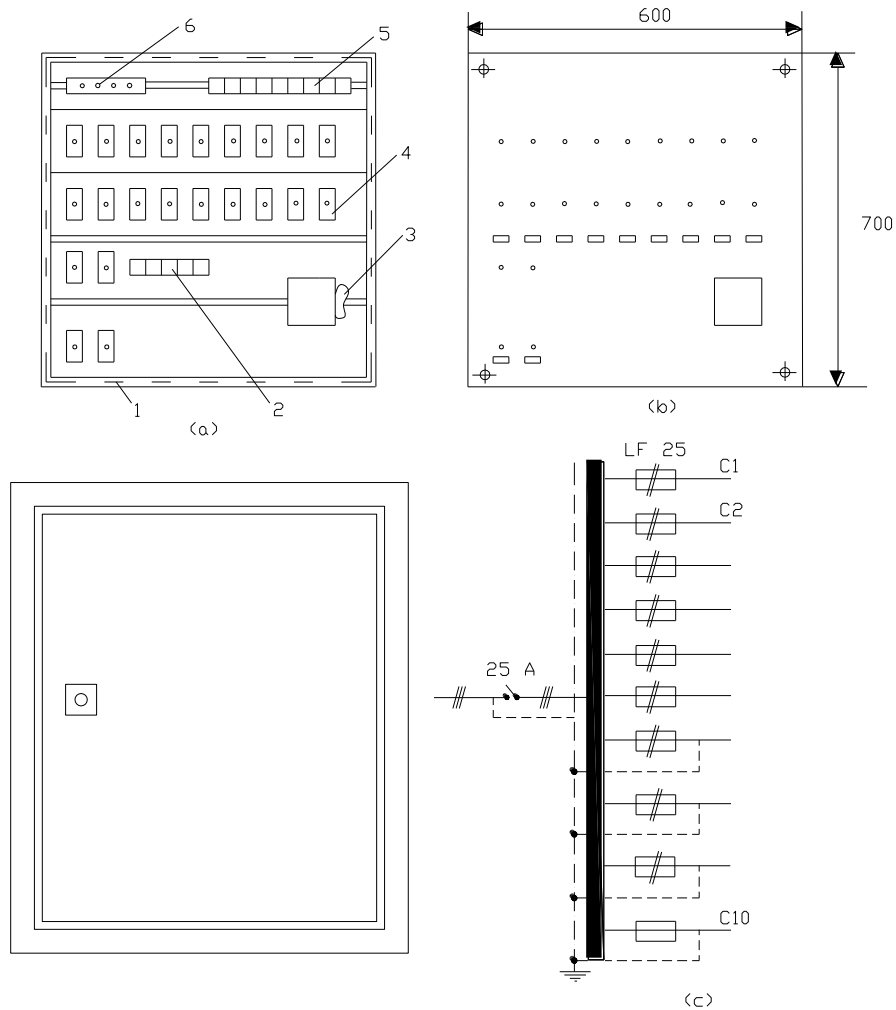

Fig. 10.2. Tablou de distributie pe stelaj metalic montat in dulap
În fig.10.2 se prezintă schema unui tablou de distribuție pe stelaj metalic montat în dulap, precum și schema monofilară. Intrarea coloanei de alimentare se face prin clemele (2). De la clemele cablajul trece prin întrerupătorul general (3), apoi la siguranțele celor 11 circuite (4). Siguranțele sunt de tip LF. Pentru noul de protecție se prevede o bară de protecție (6). Ieșirea circuitelor spre receptori se face prin clemele de ieșire (5). Pentru protejarea tabloului, în față lui se montează o placă din material izolant (7). Tot ansamblul se instalează într-un dulap sau nișă.